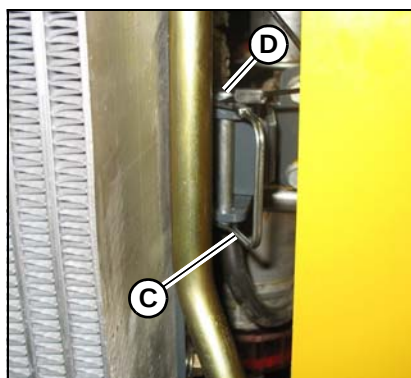

Figura 92 – Pestillo del radiador
- a. Apriete hacia abajo el bloqueo del pasador de resorte (C, Figura 92) para liberar el pasador (D). Levante el pasador (D) y retírelo del soporte.
- c. Cuando complete el mantenimiento del motor, devuelva el radiador a la posición de cierre y fíjelo con el pasador (D). Bloquee el pasador de seguridad (D) en el soporte con el bloqueo del pasador de resorte (C).